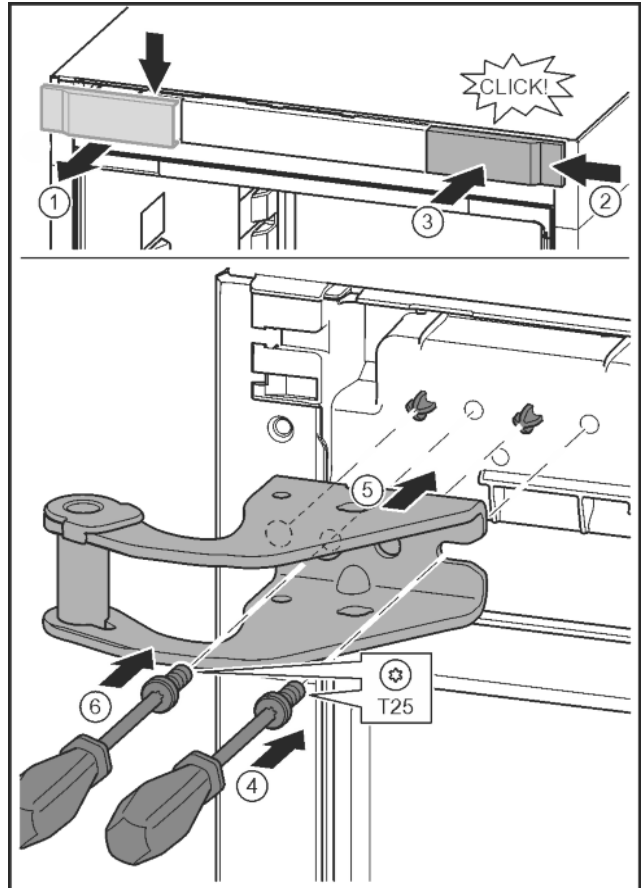

Fig. 13
- ▶ Abdeckung lösen und seitlich abnehmen. Fig. 13 (1)
- ▶ Abdeckung um 180° gedreht auf der anderen Seite von rechts einhängen. Fig. 13 (2)
- ▶ Abdeckung einrasten. Fig. 13 (3)
- ▶ Schraube mit Schraubendreher T25 ansetzen. Fig. 13 (4)
- ▶ Oberen Lagerbock ansetzen. Fig. 13 (5)
- ▶ Schraube festdrehen. Fig. 13 (4)
- ▶ Schraube mit Schraubendreher T25 einsetzen und festdrehen. Fig. 13 (6)